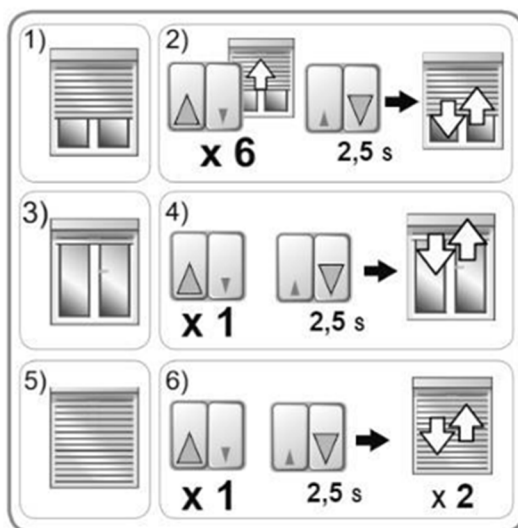

Rys. 6
6. Przygotowany wcześniej panel maskujący przykręcamy do windy. Wsuwamy 4 szpilki w otwory w dolnej podstawie windy i przykręcamy nakrętkami w sposób pokazany na rysunku. (Rys. 6)